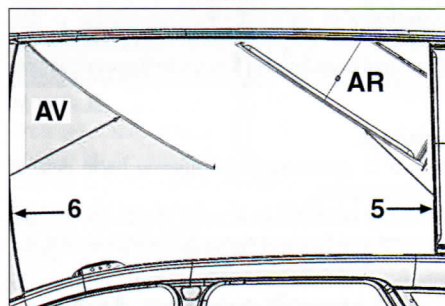

FIG. 61
Despegar las juntas de acabado del. (6) y tras. (5) (fig. 61).